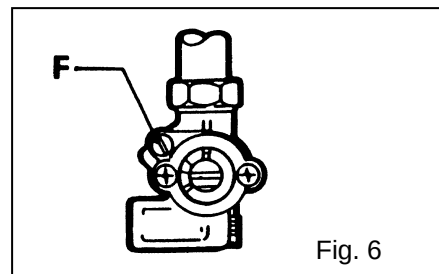

Fig. 6
- Nel caso di utilizzo di gas metano (G20/G25), ruotare la vite "F" di regolazione del minimo (Fig. 6) fino ad ottenere una fiamma ridotta ma sufficientemente stabile ed omogenea. Nel caso di GPL (G30/G31) chiudere a fondo la vite di minimo (il diametro di by-pass relativo è indicato in tabella 2)